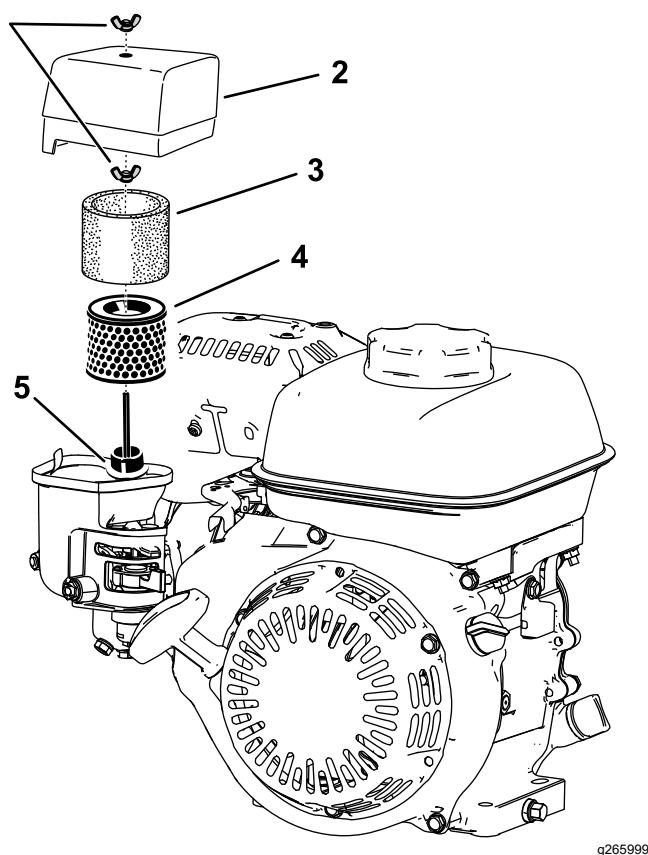

Рисунок 31
2. Отверните барабашковую гайку, которая крепит крышку воздухоочистителя (Рисунок 31).